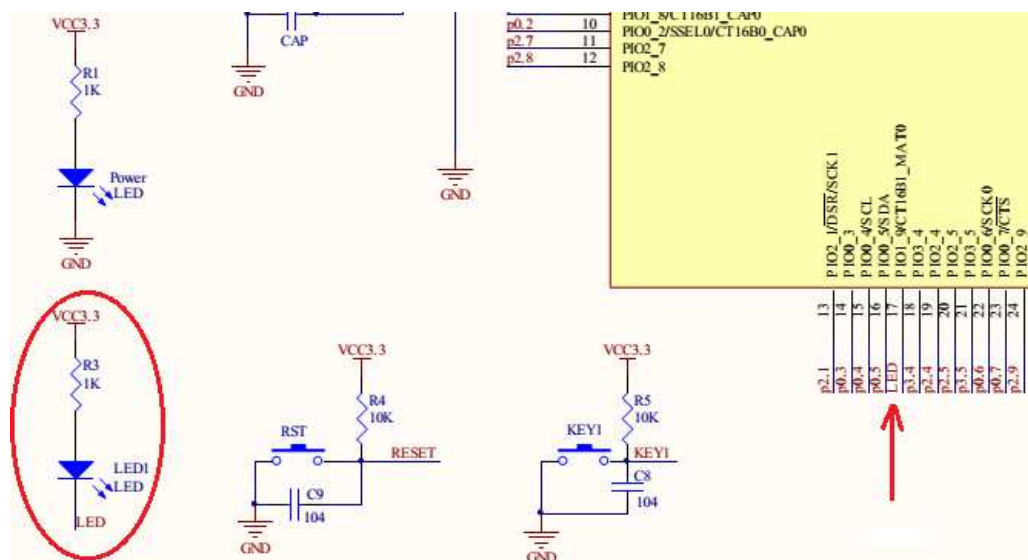

图 3-2 LED 指示灯连接到 16 位定时器 1 的匹配输出 0 引脚
(1) 本实验使用 LPC1114 微控制器 16 位定时器 1。16 位定时器与 32 位定时器结构和功能都相同，只是计数范围受限为 16 位整数大小 (65535)。如图 3-2 所示，H0 实验板的 LED 指示灯连接的引脚 PIO1\_9，又是 16 位定时器 1 的匹配输出 0 引脚，只要程序将该引脚做相应的配置，就能用作定时器匹配输出。